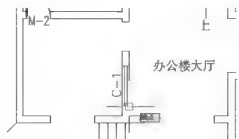

图 3.79 捕捉插入点
(4) 单击【确定】按钮,关闭对话框。此时“窗”图块基点的位置附到光标上。
(5) 在指定插入点或 [基点(B)/比例(S)/旋转(R)/预览比例(PS)/预览旋转(PR)]:提示下,在如图 3.79 所示处单击,将“窗”图块插到该处。
(6) 在输入门窗编号 <C-1>:提示下,输入“C 3”。